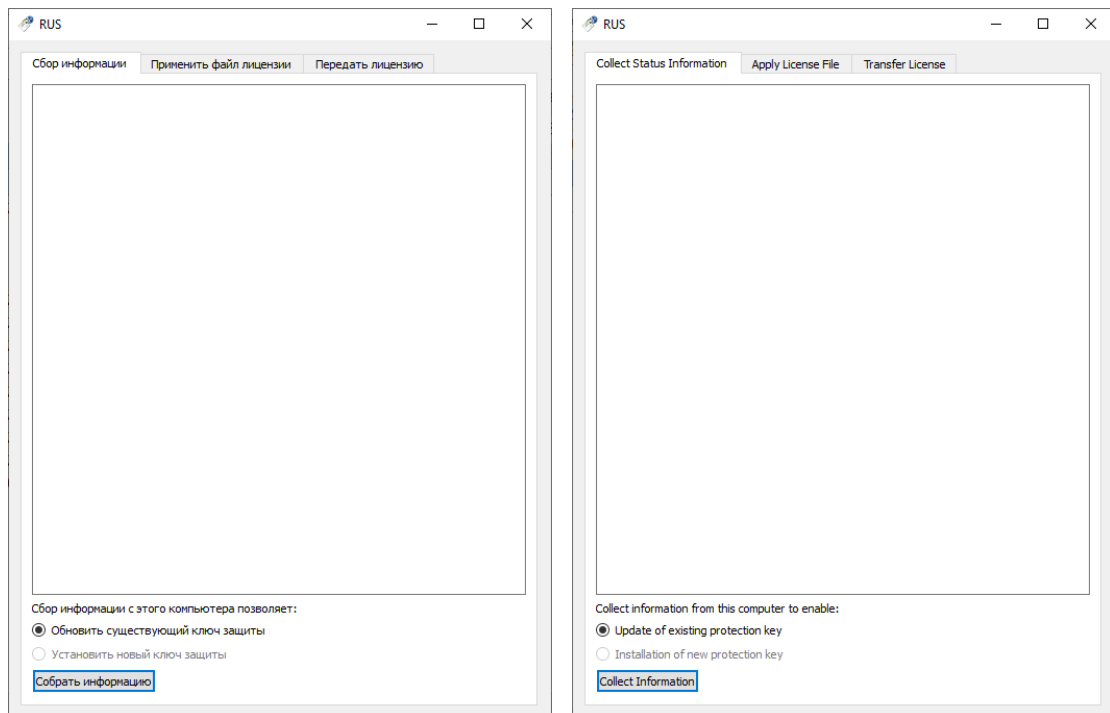

Рисунок 20. Окно утилиты Licbship, вкладка **Сбор информации**
1. Запустить *licbship.exe* и открыть вкладку **Сбор информации** (рис. 20).
**Примечание.** Утилита *licbship.exe* является многоязычной и поддерживает основные европейские языки (язык интерфейса выбирается из текущей региональной настройки языка Windows, заданной в Панели управления). На рис. 20 в качестве иллюстрации приведены русский и английский варианты.